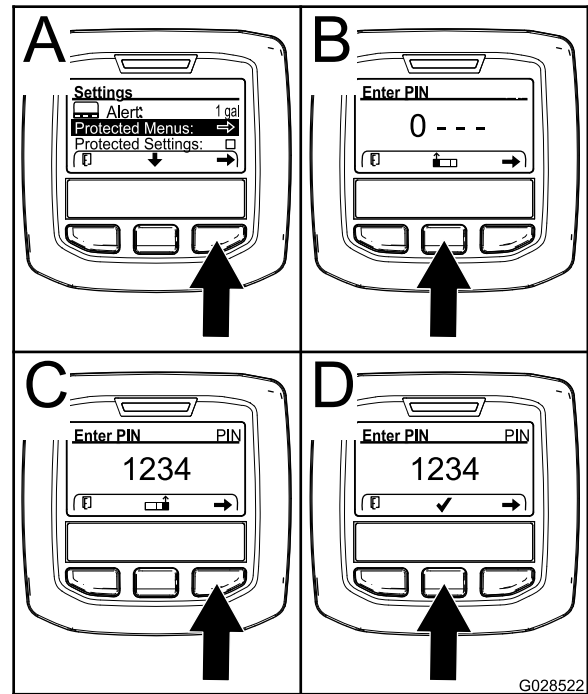

Figura 24
3. Pulse el botón de selección derecho para seleccionar Protected Menus (Menús protegidos) (Figura 24, A).
- Pulse el botón de selección central (Figura 24, B) para aumentar el valor numérico (de 0 a 9)..
- Pulse el botón de selección derecho (Figura 24, C) para mover el cursor hasta la siguiente posición numérica a la derecha.
Nota: Aparece el icono de confirmación encima del botón de selección central (Figura 24, D).
6. Pulse el botón de selección central (Figura 24, D) para introducir la contraseña.